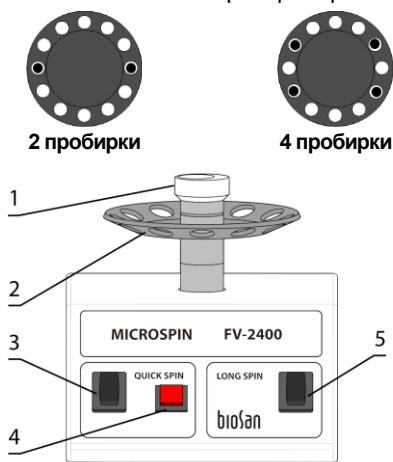

Рисунок 1. FV-2400
4.4.1. **FV-2400 и FVL-2400N.** Чтобы сменить ротор (рис. 1/2 или 2/3), держите его одной рукой и открутите головку вортекса (рис. 1/1 или 2/2) против часовой стрелки. Смените освобождённый ротор и закрутите головку вортекса.
5.1.2. **Быстрое центрифугирование.** Вставьте пробирки в ротор, соблюдая равновесие. Переведите переключатель **QUICK SPIN** (рис. 1/3) в положение **I** (включено). Нажмите и держите нажатой красную кнопку (рис. 1/4) для центрифугирования. После отпускания кнопки ротор останавливается. Переведите переключатель **QUICK SPIN** в положение **O** (выключено) и извлеките пробирки.
5.1.3. **Вортексирование.** Уберите все пробирки из ротора. Переведите переключатель **QUICK SPIN** в положение **I**. Мягко держа пробирку за верх, прижмите низ пробирки к углублению головки вортекса (рис. 1/1). Для вортексирования, нажмите и держите красную кнопку. После отпускания кнопки ротор останавливается. Переведите переключатель **QUICK SPIN** в положение **O**.
5.1.4. **Продолжительное центрифугирование.** Вставьте пробирки в ротор, соблюдая равновесие. Переведите переключатель **LONG SPIN** (рис. 1/5) в положение **I** (включено). Ротор начнёт движение. Переведите переключатель **LONG SPIN** в положение **O** (выключено), дождитесь остановки ротора и извлеките пробирки.